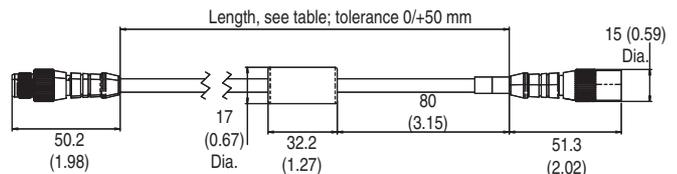

图13: M12 连接器(公头), M12 8 针连接器(母头)[屏蔽电缆]
8. 根据图 13，使用测试杆测试 GuardShield Micro 400 光幕的保护功能。将该测试杆插入保护区域的任何位置时，保护区域都应被遮断 (GuardShield Micro 400 中的红色 LED 点亮)。